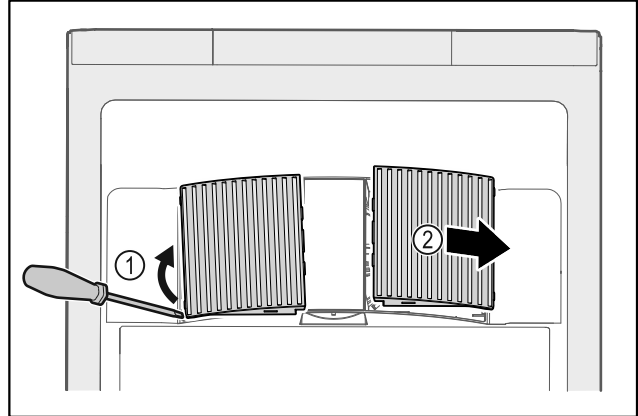

Fig. 58
- ▶ Αναμοχλεύστε προσεκτικά από το πλάι τα καλύμματα του ανεμιστήρα Fig. 58 (1) και αφαιρέστε τα προς τα εμπρός Fig. 58 (2).